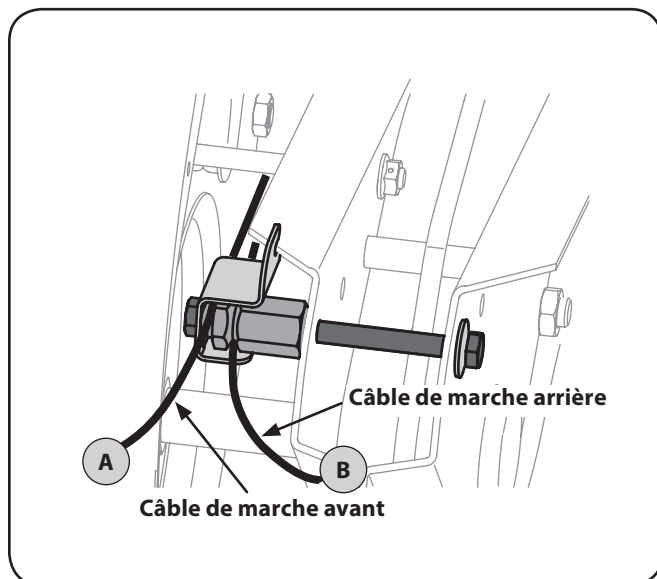

Figure 3-1
1. Repérez le câble de marche avant et le câble de marche arrière. Voir Figure 3-1